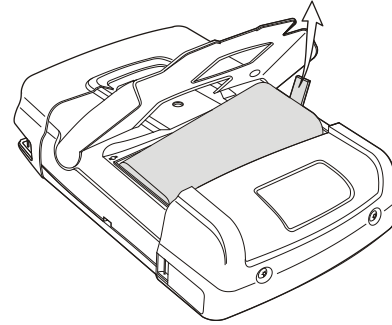

Figura 49 . Retirada de la batería
5. Levante un lado de la batería y retírela (Figura 49).